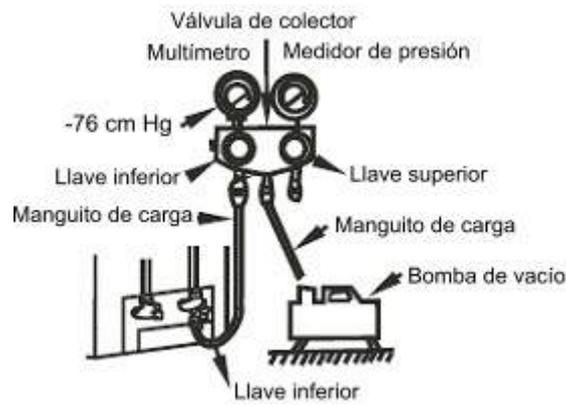

Fig. 5-12
3.1.8.1.3 Vacíe el aire con una bomba de vacío (consulte la Fig. 5-12)